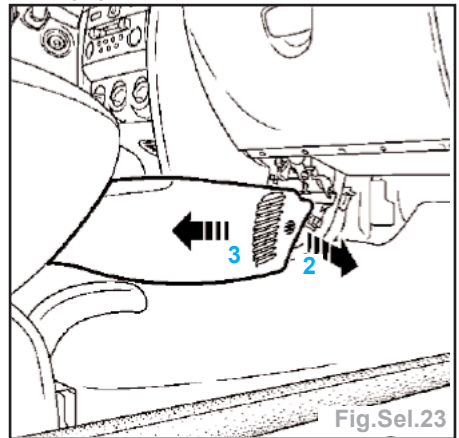

Fig.Sel.23
- déclipper l'avant de la console (2) (Fig.Sel.23),
- dégager la console centrale (3).